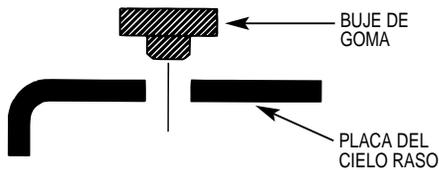

FIGURA 4. Bujes de goma
A. Instale los 3 bujes de goma en la parte superior de la placa del cielo raso insertando el lado pequeño de los bujes en los tres agujeros redondos de la placa. Vea la Figura 4.